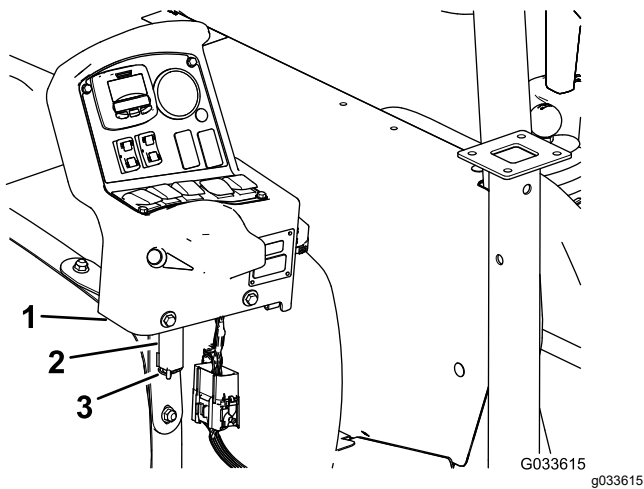

Figura 134
7. Retire la consola del soporte de montaje de la consola en el salpicadero de la máquina y alinee el pasador de giro de la consola de control con el soporte de almacenamiento del fleje delantero del depósito (Figura 134); consulte Instalación de la consola de control en la máquina \(página 21\).
- Monte la consola en el soporte y sujete el pasador de giro al soporte con la chaveta (Figura 134).